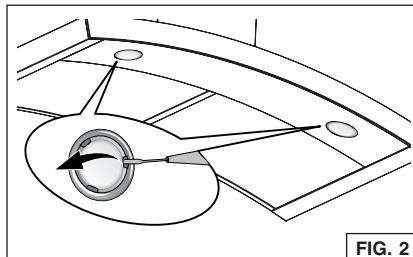

FIG. 2
1. Ouvrez le couvercle en faisant levier sur les fentes prévues à cet effet. Fig. 2.